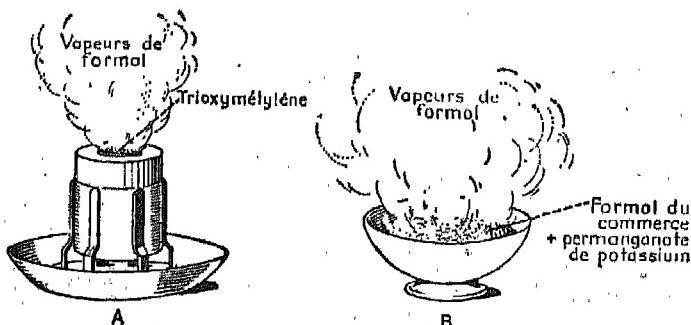

Fig. 8. — *Désinfection par le formol.*
2^e Sans employer de réchaud, on peut opérer à froid (désinfection d'une pendrière par exemple). Placer le formol du commerce, à la clarté de l'aube ou au crépuscule, dans un récipient assez grand. Y verser des cristaux de permanganate de potassium (1 partie de permanganate pour 2 de formol). Le mélange va dégager immédiatement la vapeur d'aldehyde formique (fig. 8, B). Il faut opérer assez rapidement pour éviter le contact irritant — mais non dangereux — des vapeurs.
I. On trouve dans le commerce des appareils spéciaux (*fumigators*, aldors formogènes, etc...), renfermant du trioxyméthylène entouré d'une pâle combustible qui brûle sans flamme (fig. 8, A). La chaleur de combustion transforme le trioxyméthylène en formol, qui se dégage.